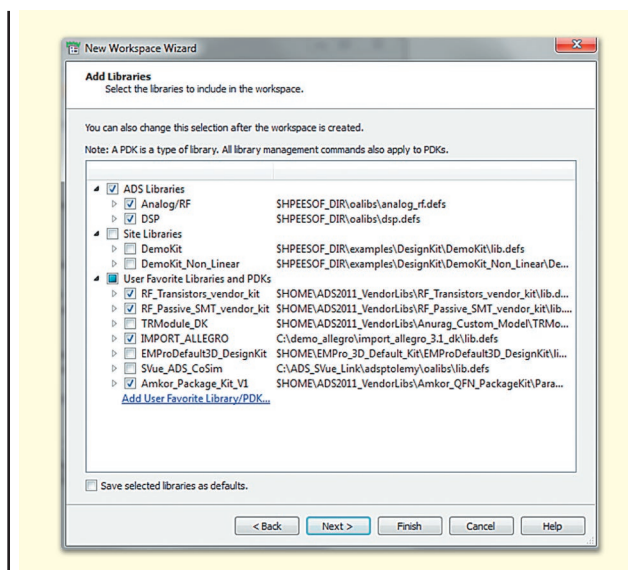

Рис. 2
- Виберіть бібліотеки, які будуть включені в робоче середовище. ADS за замовчуванням надає бібліотеку аналогових/ПЧ-компонентів (Analog/RF) і бібліотеку компонентів цифрової обробки сигналів (DSP), і їх можна вибирати за потреби при проєктуванні в робочому середовищі. Бібліотеки компонентів, що постачаються з ADS, можна додавати, натискаючи на посилання Add User Favorite Library/PDK (Додати обрану користувачем бібліотеку/Бібліотеку технологічного процесу). Всі бібліотеки постачальників компонентів надаються в архівному форматі zip і розташовуються в наступній папці: `<ADS_install_dir>/oalibs/componentLib/folder` (рис. 2).